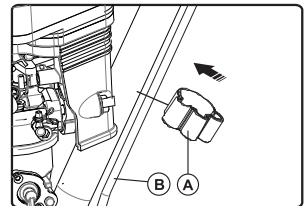

Рис. 7
- Закрепите трос сцепления мешалки (B) на нижней планке рукоятки с помощью линейной карты (A) (см. рис. 7).